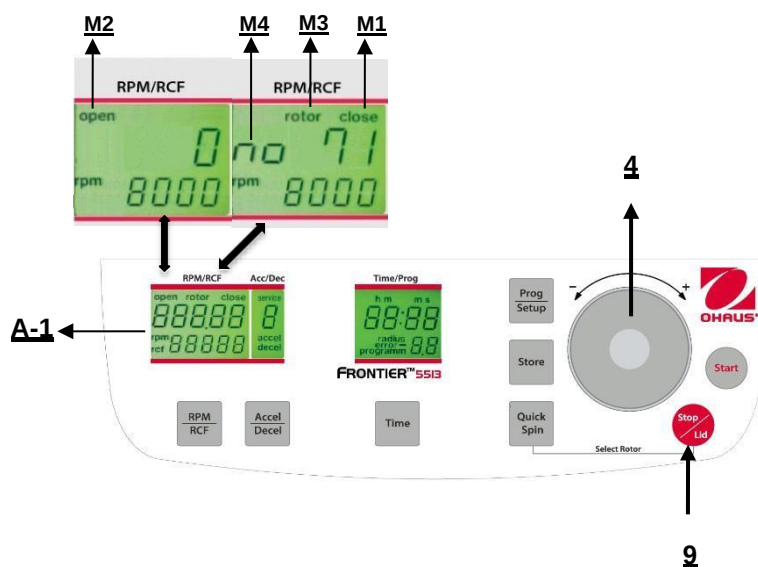

Figura. 12
Antes de la operación, cuando la tapa de la centrífuga está cerrada, aparece la palabra **"close"** (M1) en la pantalla **"RPM/RCF"** (A-1). Además, el número de código del rotor preajustado se muestra en la pantalla. Incluso si el rotor no está insertado. Al presionar el botón **"Stop/Lid"** (9), puede liberar la tapa de la centrífuga. Tan pronto la tapa esté completamente liberada, aparece la palabra **"open"** (M2). Ahora puede abrir la tapa de la centrífuga. Consulte la Figura 12 a continuación para referencia.
La tapa debe bajarse solo un poco. Un seguro de la tapa cierra la tapa, al mismo tiempo que desaparece la palabra **"open"** (M2) (vea la Figura 12).